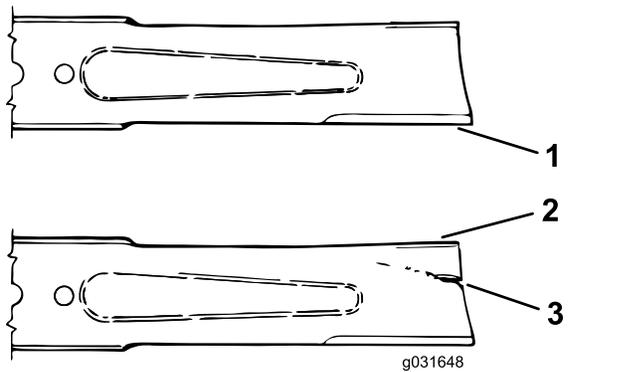

Figure 73
- Examinez attentivement les tranchants de la lame, particulièrement au point de rencontre des parties plane et relevée (Figure 73).